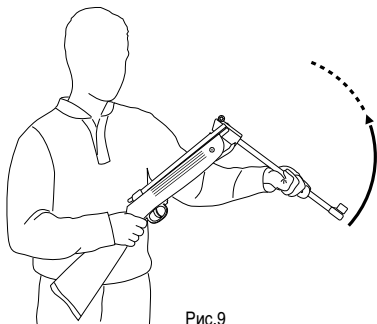

Рис.9
- верните ствол в исходное положение и убедитесь что услышали щелчок. (рис.9)